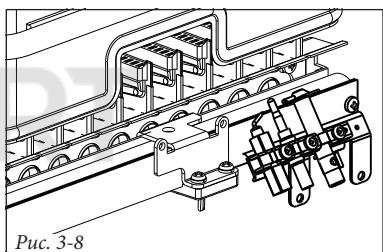

Рис. 3-8
- отдвингите запальную горелку в сторону (Рис. 3-8);